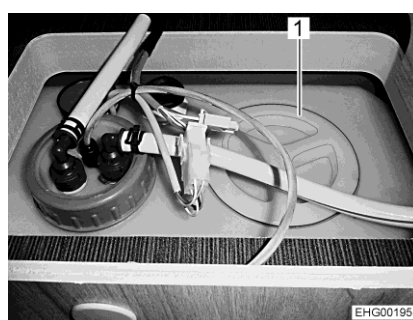

Bild 169 Rengöringsöppning (vattentank)
- Tag av vattentankens lock (Bild 169,1).